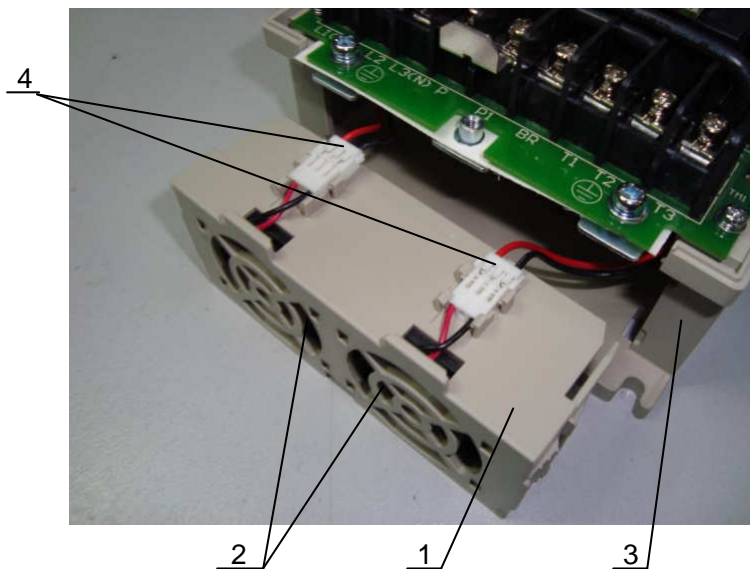

Рис.6.8
6.5.2. Разъединить разъем 4 кабеля питания вентилятора от разъёма на панели вентилятора 1 (рис. 6.8).